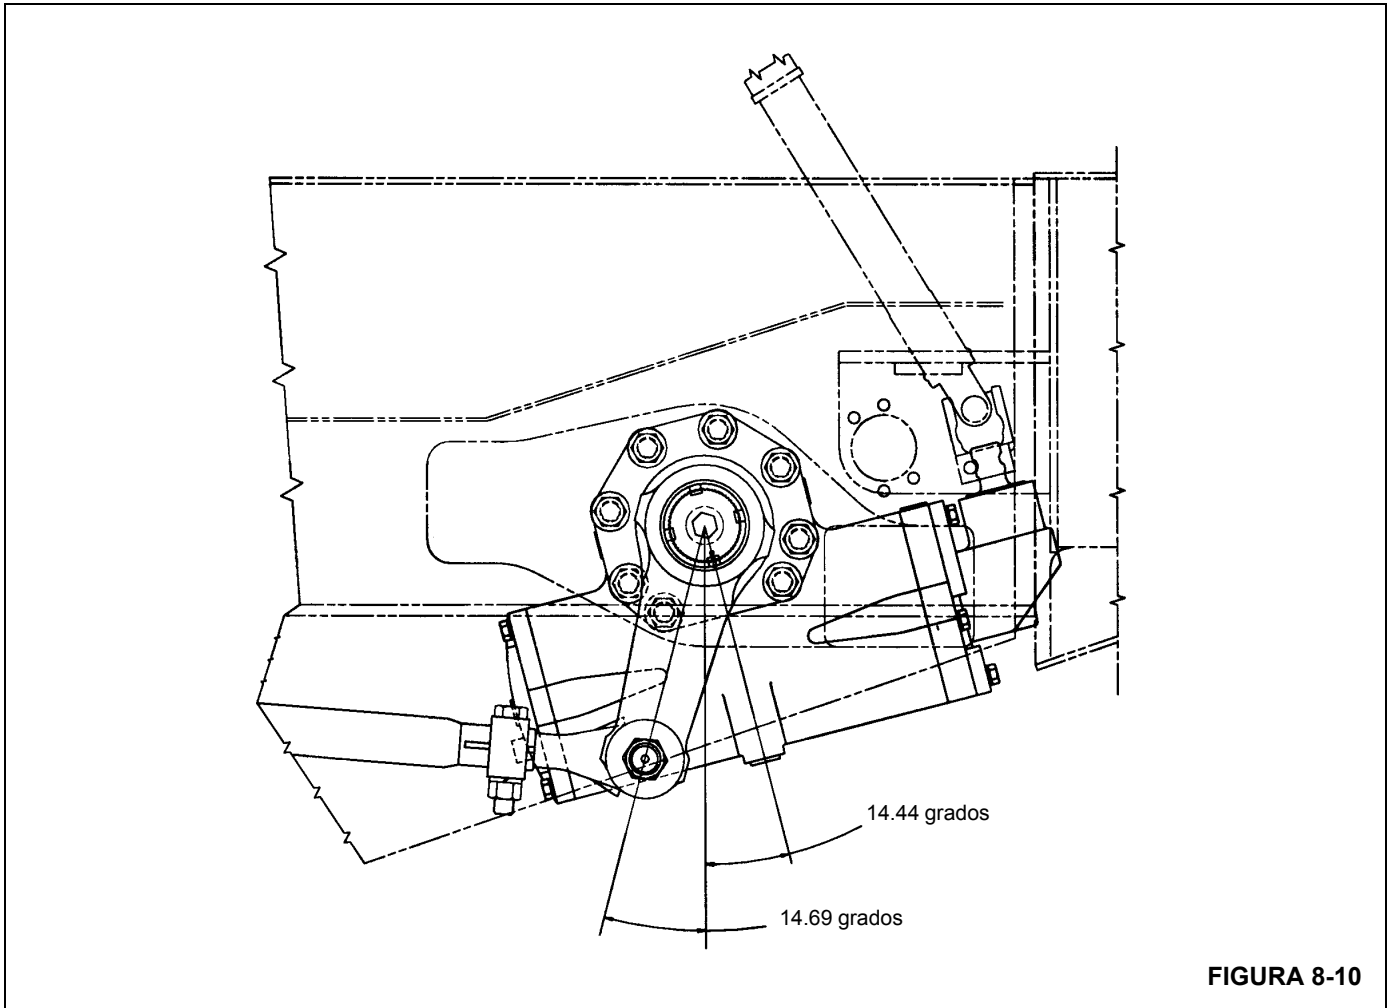

FIGURA 8-10
- NOTA:** La biela deberá hallarse al ángulo mostrado en la Figura 8-10. Si la posición varía más de 2 grados, revise otra vez el punto central y la alineación de las marcas de sincronización.